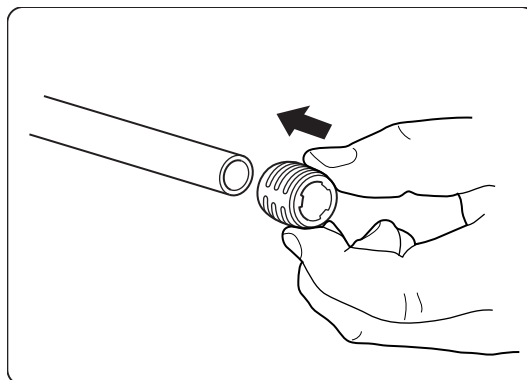

Fig. 3. Așezarea manșonului pe țeavă.
3. Introduceți inelul pe țeavă până când marginile de oprire intră în contact cu capătul țevii. Opritoarele împiedică inelul să alunece de pe țeavă. Consultați Fig. 3.